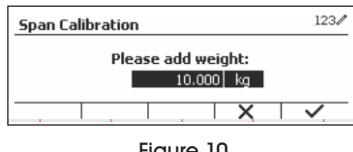

Figure 10
4. Appuyez sur le bouton multifonction correspondant à l'icône pour débuter l'étalonnage de l'intervalle de mesure. (Voir Figure 10)